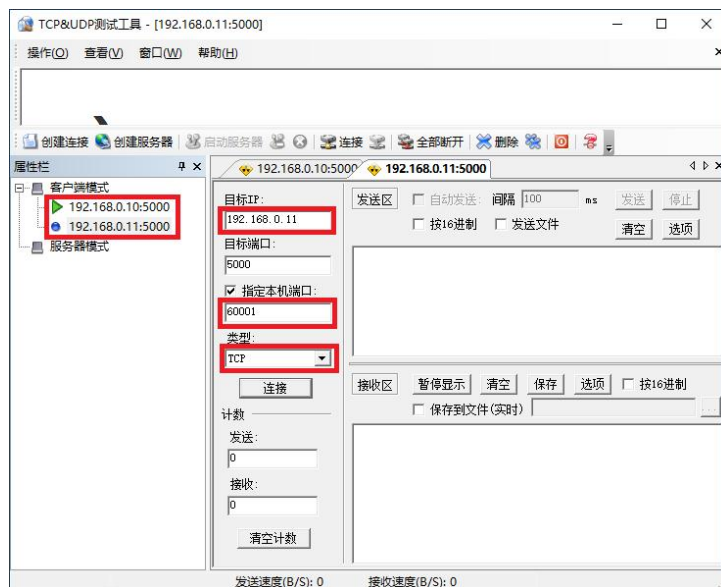

图 11-10 多服务器、单串口设置界面
5、电脑作为客户端，可与多个 TCP 服务器模块建立连接，软件设置如图 11-10 所示。